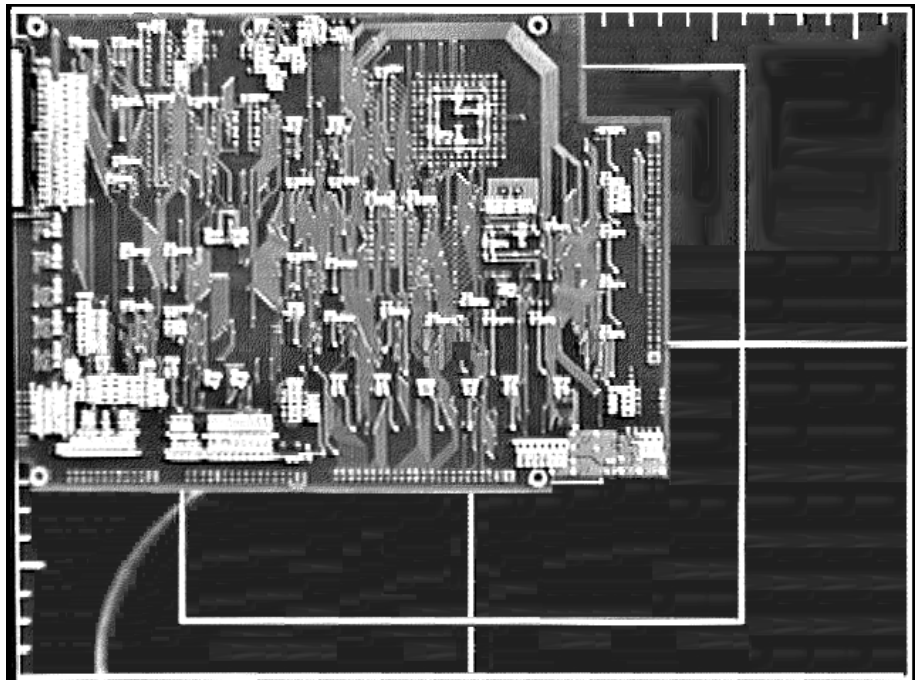

図 4.1
1. アクリル板にある升目の左上隅に、半田面を上（部品面がアクリル板と接触するように）して基板をセットします。図 4.1を参照してください。